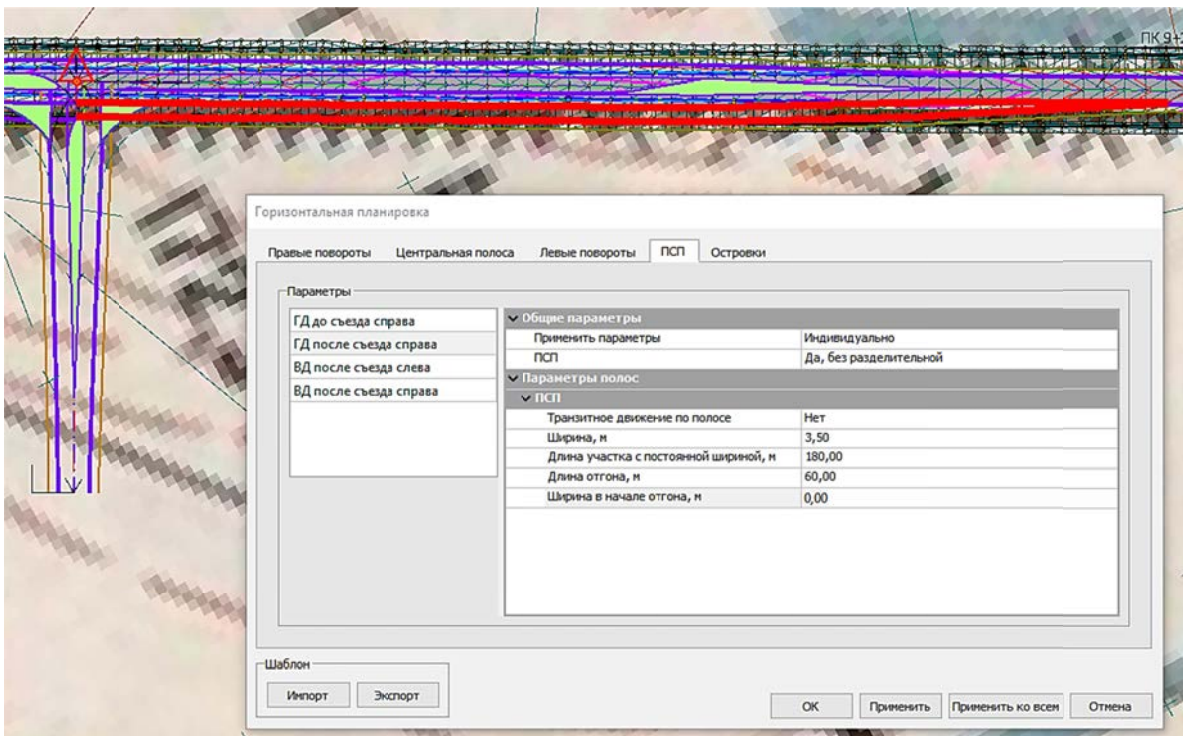

Рис. 4.15. Параметры ПСП для ГД после съезда
– Отредактируйте параметры ПСП главной дороги после съезда (см. рис. 4.15).